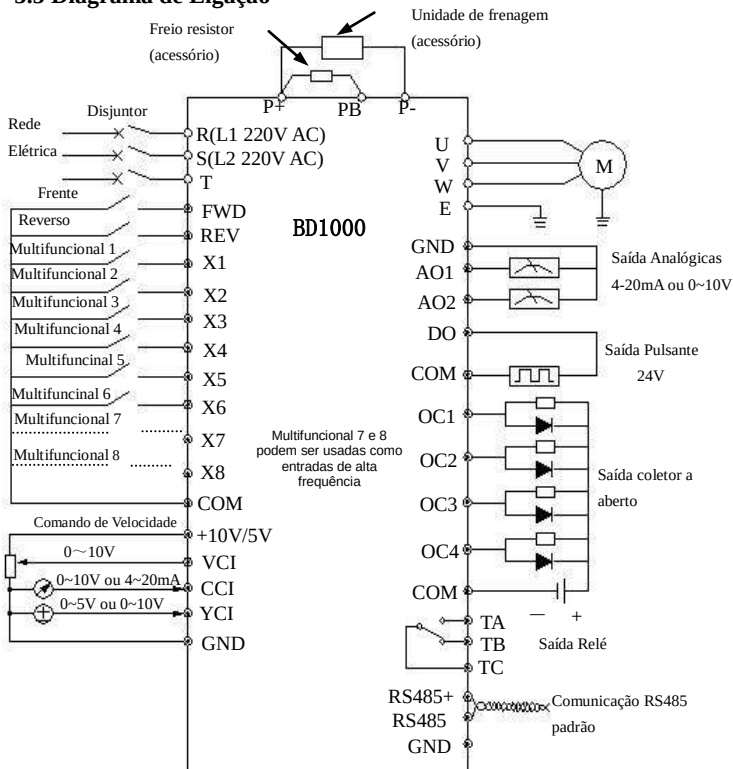

Fig. 3-6 Diagrama básico de Ligações
- (1) Assegure-se que a energia foi completamente desligada há pelos menos 10 minutos antes de conectar os cabos, caso contrário, há risco de choque elétrico.
- (2) Proibida a conexão da rede elétrica nos terminais de saída do inversor U, V, W.
- (3) Existe uma corrente de fuga proposital superior a 5mA nos inversores de média e alta potência por razões de segurança, o inversor e o motor devem ser aterrados cuidadosamente, normalmente utiliza-se cabos de cobre com seção igual ou superior a 4mm² e a Resistência de aterramento deve ser menor que 10Ω.
- (4) Chaves eletromagnéticas, capacitores de filtragem ou outros filtros, não devem ser conectados a saída do Inversor, ver Fig.3-6.
- (6) Para proteção da entrada e facilitar a manutenção, é recomendado a instalação de um dispositivo de proteção ou relé.
- (7) Os cabos de conexão de relé e comando, devem ser acima de 0.75mm² (X1~X8, OC1~OC4, FWD, REV) isolados, ou preferencialmente blindados, sendo uma extremidade ligada ao aterramento PE ou E e a outra não conectada. Distância inferior a 20m.